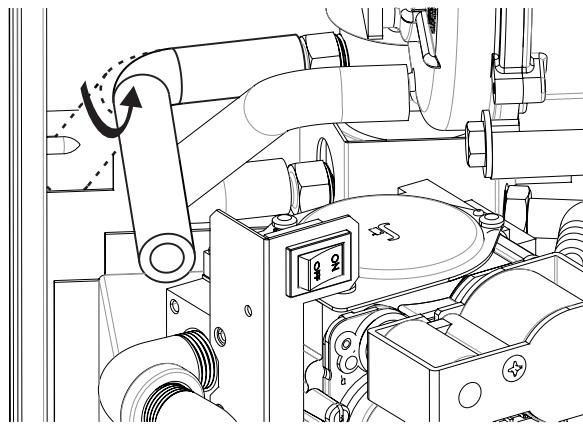

Figure 3
5. Retirez et jetez le collier de serrage et le raccord cannelé de la conduite noire d'évacuation des condensats en bas à gauche du purgeur de condensats. Faites pivoter le tuyau vers l'avant de la fournaise. **Voir figure 3.**